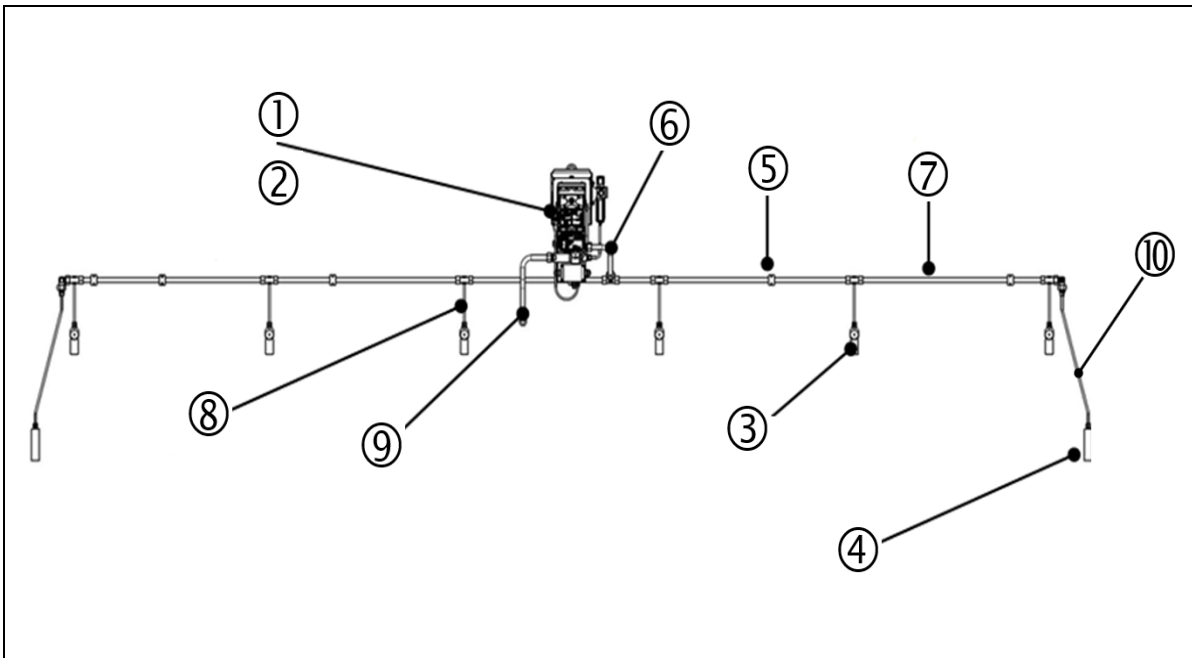
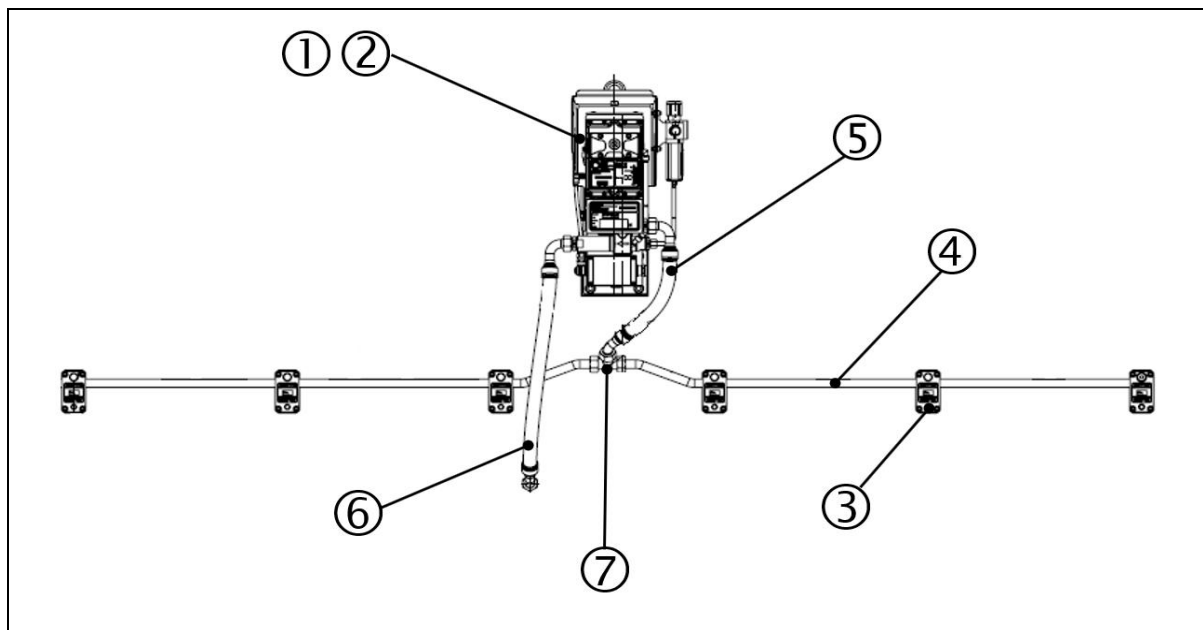

Fig. : 10 : vue d'ensemble des composants avec drainage standard du VISATRON® VN2020
Fig. : 11 : vue d'ensemble des composants avec concept de drainage, VISATRON® VN2020
Le concept de drainage avec bloc-siphon constitue l'alternative au concept de drainage standard et est toujours utilisé lorsque le concept de drainage standard avec siphon de bouteille (Fig. 10, pos. 4) ne peut pas être réalisé pour des raisons d'application.
Pour l'aspiration de l'atmosphère du brouillard d'huile hors du carter, le détecteur de brouillard d'huile fonctionne selon le *principe de Venturi* : Grâce à la dépression générée sur l'appareil par la pompe à jet d'air Venturi (pos. 6), l'atmosphère du carter contenant le brouillard d'huile est d'abord aspirée à partir du carter moteur par les raccords vissés de la paroi moteur (Fig. 10, pos. 3). Elle est ensuite acheminée par les conduites collectives (Fig. 10, pos. 7) et la conduite d'aspiration (Fig. 10, pos. 6) vers le boîtier de raccordement et de là vers la section de mesure optique dans la tête de mesure, où la concentration de brouillard d'huile est mesurée et évaluée en permanence. De là, l'atmosphère du carter retourne dans le carter via la conduite de retour (Fig. 10, pos. 9).
Le bloc siphon constitue l'alternative au raccord de paroi moteur dans le kit de montage. Il est utilisé en cas de besoin à la place du raccord de paroi moteur (Fig. 11, pos. 3) lorsque le concept de drainage standard par le siphon de bouteille (Fig. 10, pos. 4) ne peut pas être réalisé pour des raisons d'application.